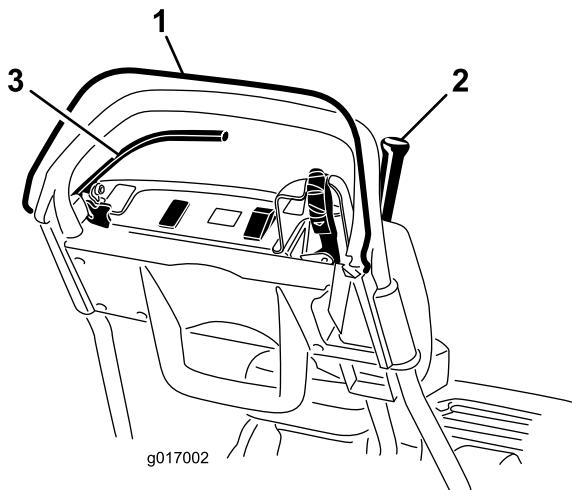

図 27
3. OPC を解除した状態で、走行レバーを入れる（図 27）。レバーが入らなければ正常。走行レバーが入るのはインタロックスイッチシステムの異常であるから修理する。必ず修理してから使用すること。「インタロックスイッチの整備」を参照。
4. OPC を押し、走行レバーを入れた状態から OPC を解除する（図 27）。走行レバーが外れれば正常。走行レバーが外れないのはインタロックスイッチシステムの異常であるから修理する。必ず修理してから使用すること。「インタロックスイッチの調整」または「走行コントロールの調整」を参照。
5. OPC を押し、シフトレバーを左に入れて走行とリール回転を開始し、OPC を解除する（図 27）。走行レバーが外れれば正常。走行レバーが外れないのはインタロックスイッチシステムの異常であるから修理する。必ず修理してから使用すること。「インタロックスイッチの調整」または「走行コントロールの調整」または「リールコントロールの調整」を参照。
6. OPC を押し、シフトレバーを左に入れて走行とリール回転を開始し、その状態からシフトレバーを右に操作してリール回転を解除する（図 27）。リール駆動が解除されれば正常。走行レバーが外れないのはインタロックスイッチシステムの異常であるから修理する。必ず修理してから使用すること。「リールコントロールの調整」を参照。
2. OPC を押し、走行レバーを入れた状態とし、エンジンコントロールを始動位置にする（図 27）。エンジンの始動を試みる。始動できなければ正常。エンジンが掛かるのはスイッチの異常であるから修理する。必ず修理してから使用すること。「インタロックスイッチの整備」を参照。
2. 走行レバーを解除した状態とし、常用ブレーキを掛けた状態とし、エンジンコントロールを始動位置にする（図 27）。エンジンの始動を試みる。エンジンが始動すれば正常。エンジンが掛からないのはスイッチの異常であるから修理する。必ず修理してから使用すること。「インタロックスイッチの整備」を参照。
3. エンジンを始動させ、常用ブレーキ（駐車ブレーキではなく）を掛け、OPC を押した状態から走行レバーを入れる（図 27）。機体が走行しようとするが、エンジンは停止しない。エンジンが停止するのはスイッチの異常であるから直ちに修理する。必ず修理してから使用すること。「インタロックスイッチの整備」を参照。
4. エンジンを始動させ、駐車ブレーキラッチを掛け、OPC を押した状態から走行レバーを入れる（図 27）。エンジンが停止すれば正常。エンジンが停止しないのはスイッチの異常であるから修理する。必ず修理してから使用すること。「インタロックスイッチの整備」を参照。